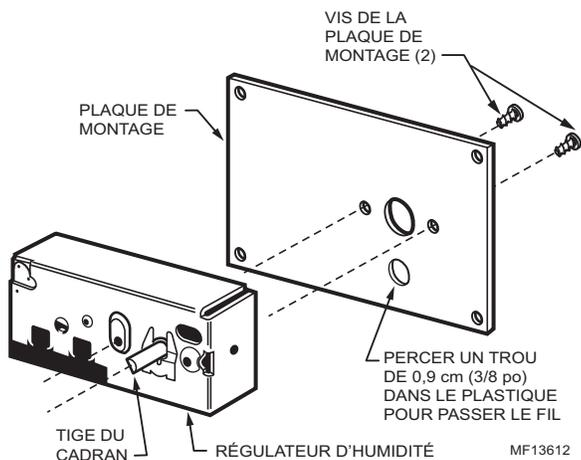

Fig. 45. Montage de l'humidistat.
8. Pour monter l'humidistat au mur (voir la figure 45) :